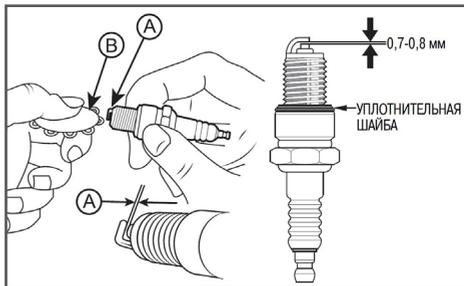

Рис. 38. Проверка межэлектродного зазора
4. Измерьте зазор А между электродами свечи зажигания специальным щупом В. Зазор должен быть 0,7-0,8 мм (Рис. 38). При увеличении или уменьшении требуемого зазора, рекомендуется заменить свечу, так как регулировка зазора может привести к изменению качества искрообразования.